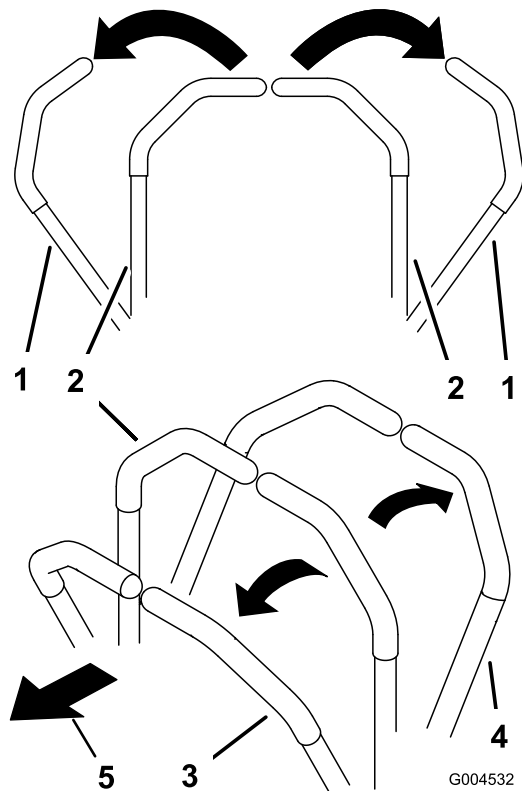

Figura 17
1. Spostate le leve di controllo del movimento (Figura 17) togliendole dalla posizione di BLOCCO IN FOLLE.
3. Per fare marcia avanti spingete lentamente in avanti le leve di controllo del movimento (Figura 17).
Per spostarvi in linea retta, applicate una pressione identica su entrambe le leve di controllo del movimento (Figura 17).
Per girare, spostate la leva di controllo del movimento verso il folle, nella direzione in cui volete voltare (Figura 17).
Per girare, rilasciate la pressione sulla leva di controllo del movimento verso la direzione in cui volete voltare (Figura 17).
2. Per fare marcia indietro tirate lentamente indietro le leve di controllo del movimento (Figura 17).